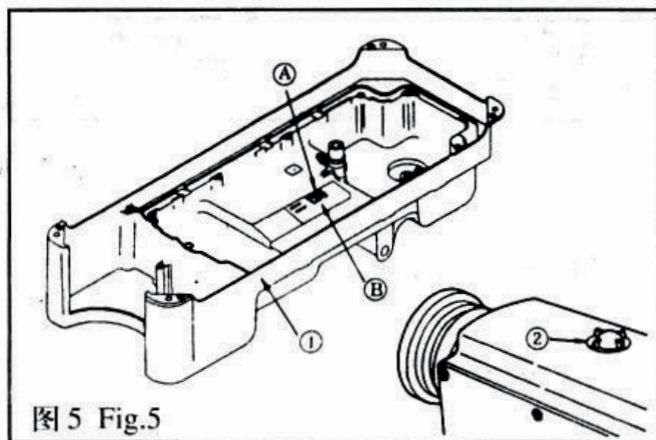
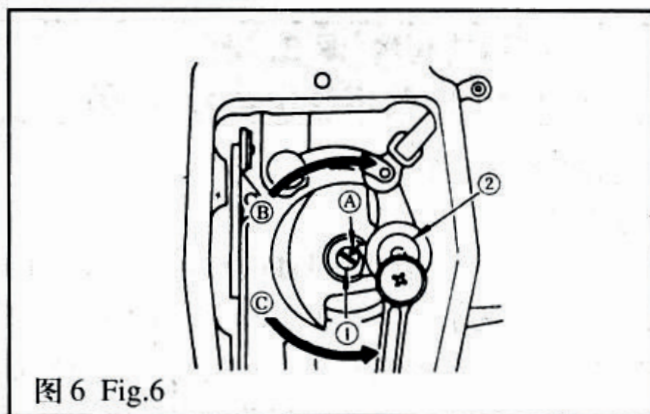

图 5 Fig.5
图 6 Fig.6
2. 机器的润滑(图 5、图 6)
2. LUBRICATION (Fig.5, Fig.6)
1. 润滑须知:(图 5)
- 1) 向油盘①内加缝纫机油(10 号白油)至 HIGH 记号部位 A。(图 5)
- 3) 加油后, 开动机器, 应看到油液飞溅到油窗②上, 说明润滑正常。
2. 调节面部油量:(图 6)
1. Information on lubrication (Fig.5)
2. Adjusting the amount of oil supplied to the face plate parts (Fig.6)